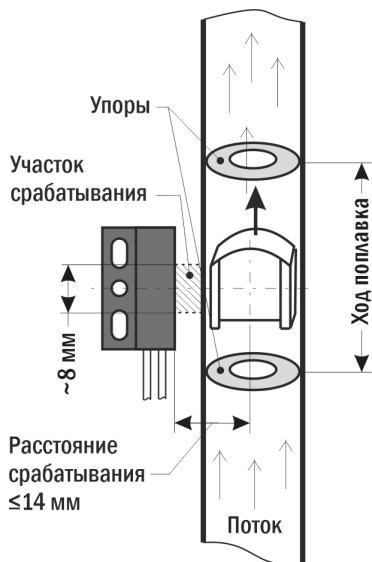

Рисунок 1 – Принцип работы
2. Перемещение поплавка внутри трубы должно быть ограничено упорами (например, сеткой) снизу и сверху (см. рисунок 1).